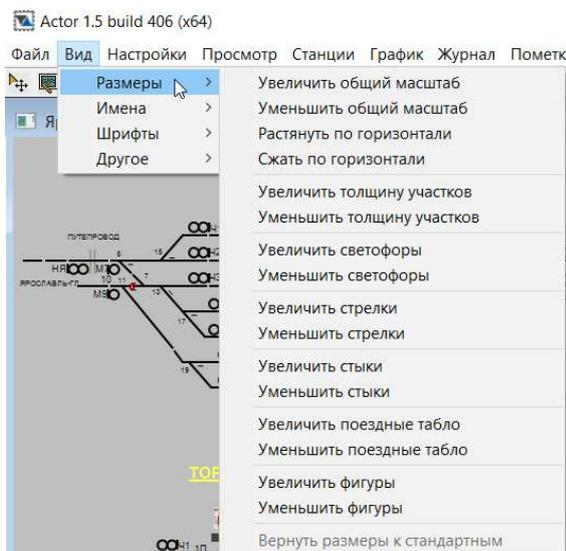

Рис. 325.Пункт меню «Вид» - подпункт «Размеры»
- «Размеры». Подпункт позволяет изменять размеры окна текущей станции, а также отдельных элементов схемы станции или участка. Для того чтобы изменить размеры какого-либо элемента схемы, необходимо нажать на соответствующий пункт меню (см. рис.325). Доступно изменение размеров до предельного значения. Если дальнейшее увеличение или уменьшение невозможно, соответствующий пункт меню становится неактивным.